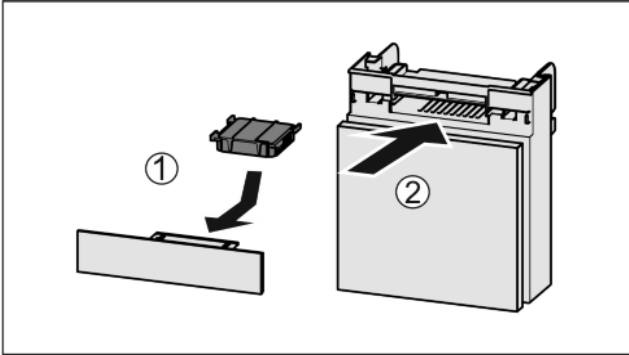

Fig. 42
- ▶ Insérer le filtre à charbon actif d'après le schéma Fig. 42 (1).
- ▶ Insérer le compartiment Fig. 42 (2).